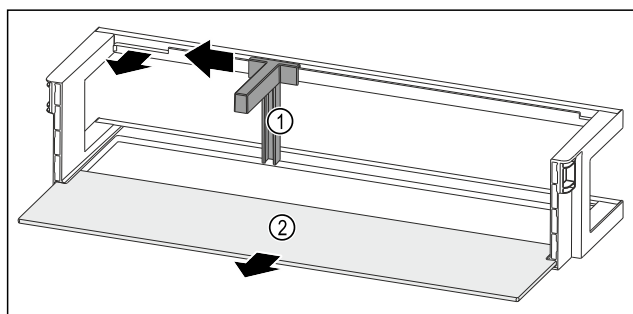

Fig. 164 Дверная полка с держателем для бутылок и съемной полкой
- ▶ Сместите держатель для бутылок Fig. 164 (1) до выемки в сторону.
- ▶ Извлеките держатель для бутылок Fig. 164 (1).
- ▶ Извлеките съемную полку Fig. 164 (2).